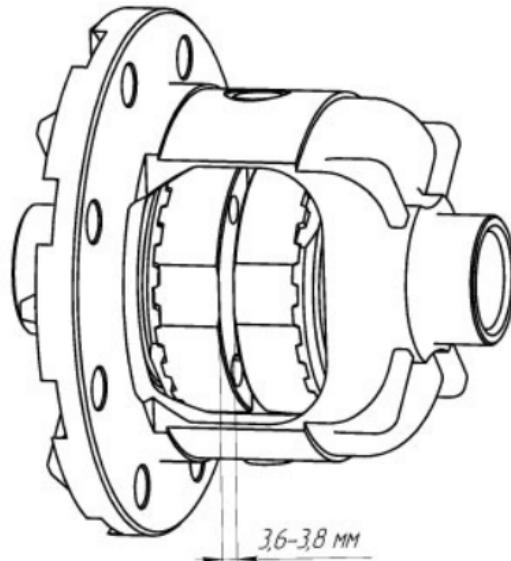

Рис. 5
12. С помощью подручного инструмента отодвигните дистанционные кольца к полуосевым муфтам и устанавливаем ось сателлитов на место. Рис.5
13. Используя набор плоских щупов, измерьте зазор между муфтами, как показано на Рис. 5. Зазор должен составлять от 3,6 до 3,8 мм.